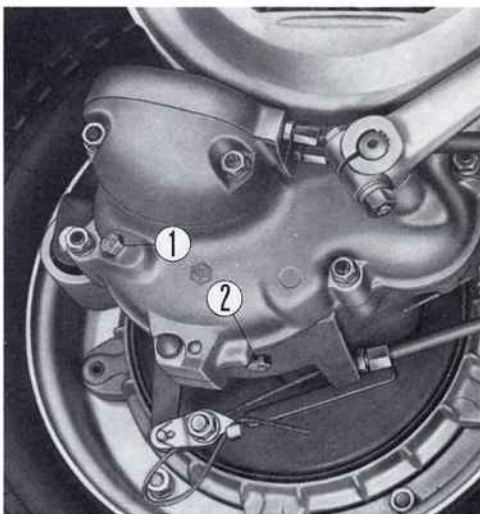

Fig. 11 - Foro di carico « 1 » e scarico « 2 » dell'olio del motore.
- 2) - Il livello dell'olio nella scatola del cambio: svitare il tappo portante la dicitura « OLIO » (fig. 11) e verificare che il livello, a moto diritta, sfiori il foro.
Dopo i primi 1000 Km. sostituire l'olio nel cambio (ved. fig. 11 e norme a pag. 24) e **controllare che non si siano allentati dadi e bulloni:** particolarmente i dadi che fissano le ruote.
Vuotare il carter dal foro di scarico (ved. fig. 11).